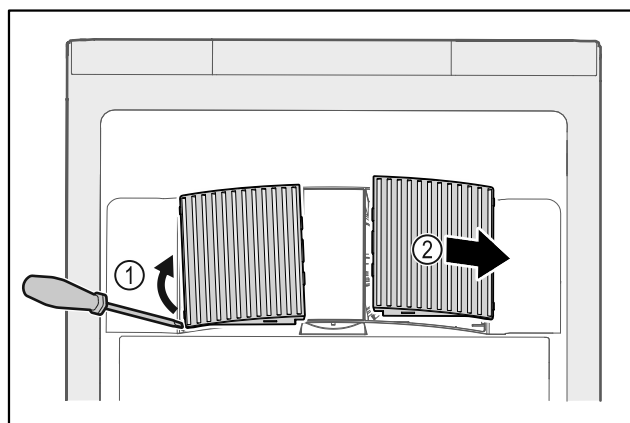

Fig. 59
- ▶ Väänä tuulettimen suojuksen varovasti sivulta pois paikaltaan Fig. 59 (1) ja poista suojuksen etukautta Fig. 59 (2).